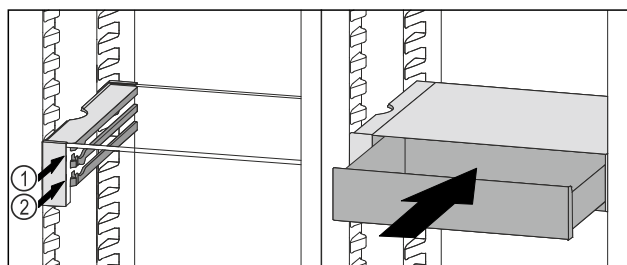

Fig. 158
- ▶ Nasad'te zásuvku VarioSafe za zarážky na požadovaném žebro Fig. 158 (1) nebo Fig. 158 (2).